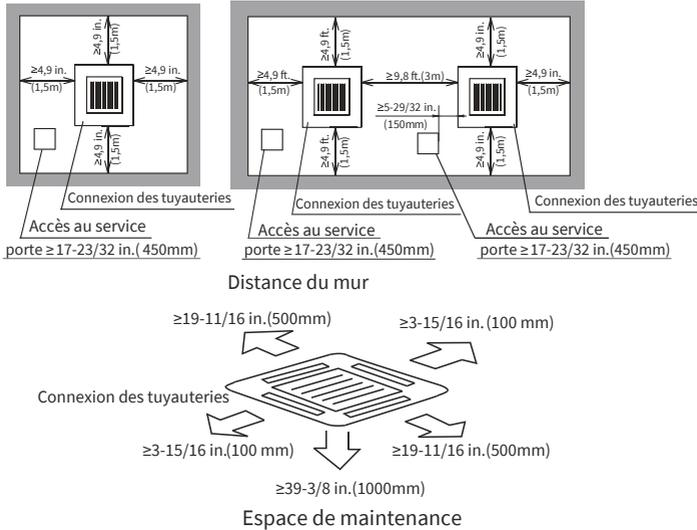

Fig. 3.1 Espace autour de l'unité intérieure
1. Installez l'unité intérieure dans un espace pour faciliter l'exploitation et l'entretien, comme indiqué dans la Fig. 3.1.